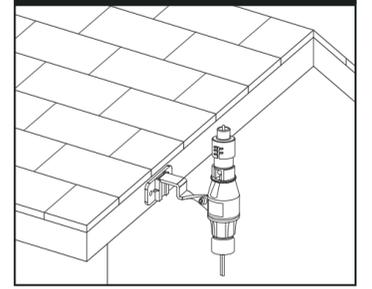

FIGURA 2: Cableado
A. per sistemi d'irrigazione che presentano solo elettrovalvole a 24volt (senza pompa) (vedi figura 2). Portare i fili del sensore in prossimità della centralina. Collegare un filo del sensore all'uscita comune. Se il filo comune delle elettrovalvole è collegato togliere il filo e al suo posto collegare un filo del sensore. Collegare il secondo filo al filo comune delle elettrovalvole. NOTE: il filo comune delle non rimane scollegato ma solo intercettato dal sensore pioggia.